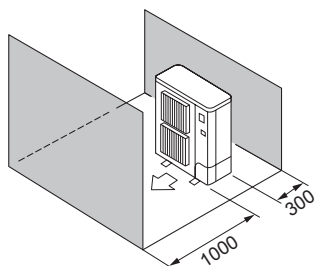

Fig. 2-10
- ⑤ Kliūtys tik priekyje ir gale (Fig. 2-10)